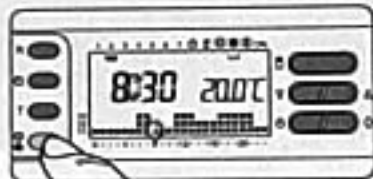

Fig. 34
**6.2** - Accertarsi che sia attivo il segmento relativo al programma di riscaldamento **●**, agendo eventualmente sul pulsante **ON** (fig. 34).